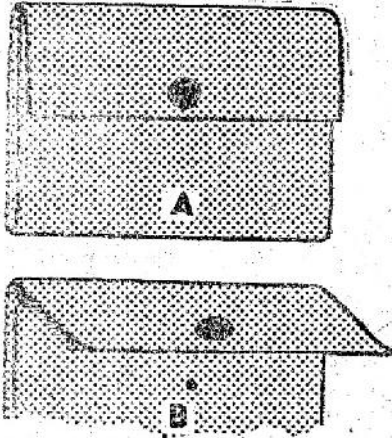

Figura 27
1. Con la boca N.º 7 del sacabocados practique un orificio en la solapa del portamonedas, en el lugar en que desea que vaya el broche (figura 27, A).
2. Doble el artículo en la forma en que deberá quedar una vez terminado y, con un lápiz o tiza, haga una marca en el centro del agujero que ha quedado, para obtener la posición de la parte inferior del broche en el cuero de abajo. Luego practique un pequeño orificio sobre esta marca con la boca menor (N.º 1) del sacabocados (figura 27, B).